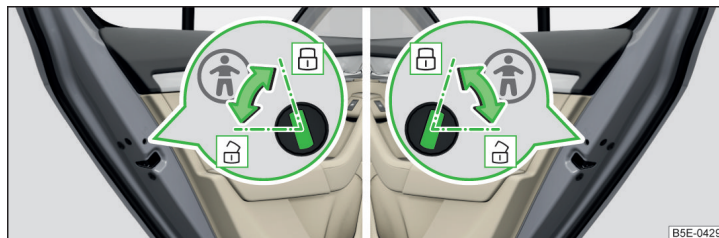

Abb. 56 Hintertür: Kindersicherung ein- / ausschalten
- Zum **Einschalten** die Sicherung mit dem Fahrzeugschlüssel in die Position drehen » Abb. 56.